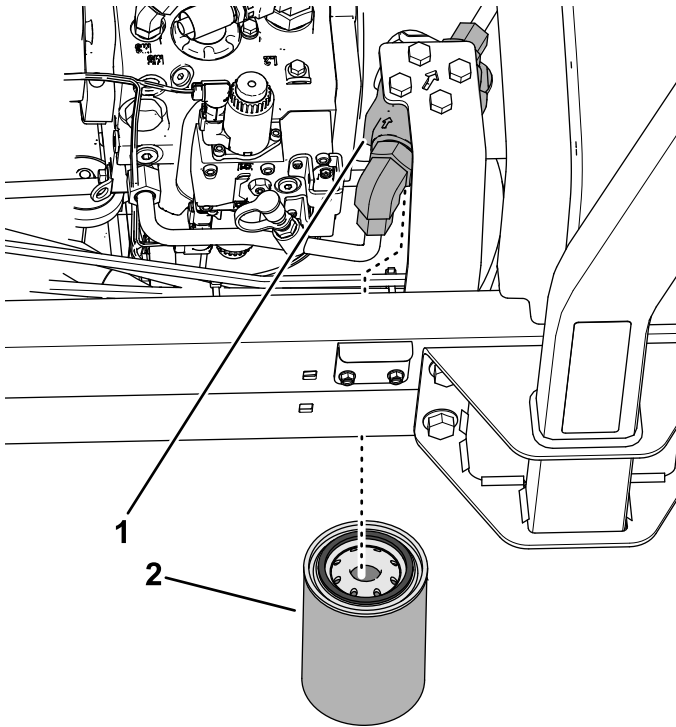

Bild 117
3. Legen Sie auf der linken Seite der Maschine eine Auffangwanne unter den Ladefilter (Bild 117).